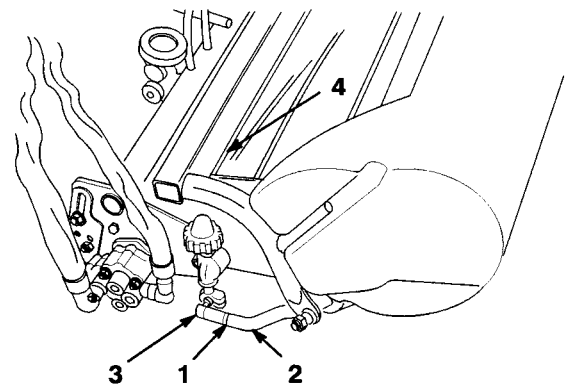

図 8
6. 集草箱をプルフレームに取り付ける：プルアームのジャムナットをゆるめ、ボールソケットを調整して集草箱のリップとリール刃の間を 6 ~ 12.7 mm とする（図 8）。
7. ソケットの開口部とボールスタッドの中心を合わせ、ジャムナットを締めてソケットを固定する（図 8）。